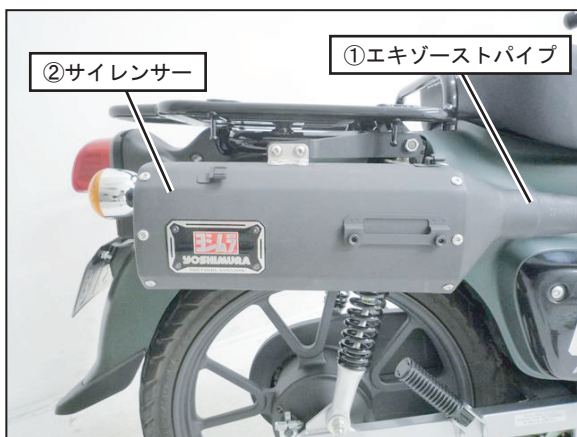

FIG. 7
7. ①エキゾーストパイプに②サイレンサーを取り付け、スプリング取付工具を使用して⑩マフラスプリングを取り付けて下さい。(FIG. 7, 8参照)